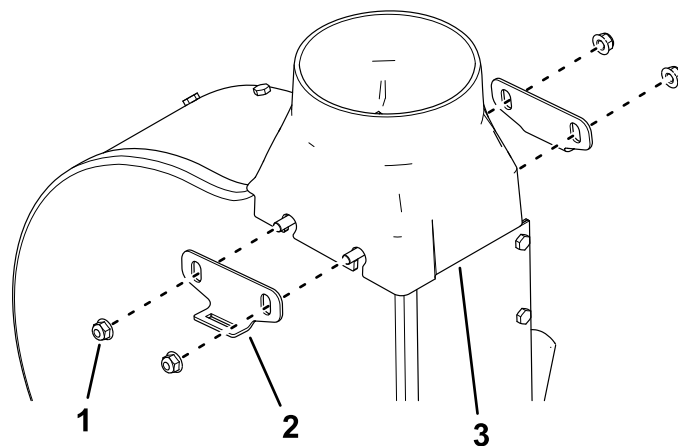

図 7
1. 新しいトランジションをとりつけるプレート 2 枚、ナット 4 個を使用する 図 7。